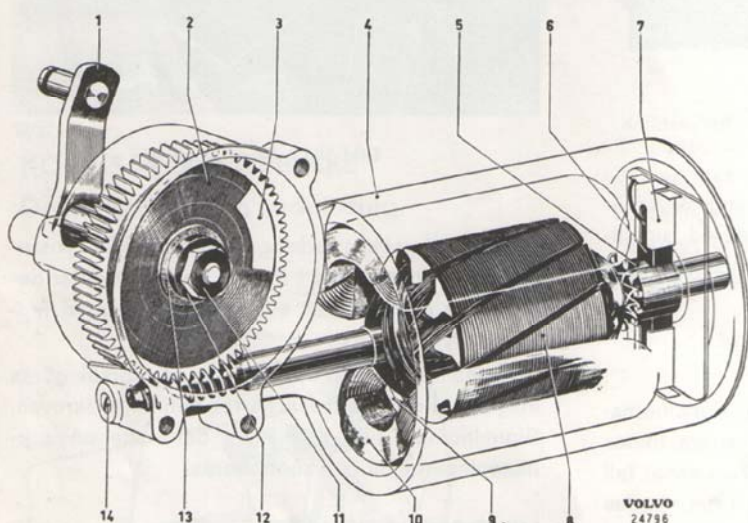

Bild 106.
Vid årlig översyn påfylls lämplig kvantitet fett. Rotoraxelns axialspel bör vara mellan 0,1 mm och 0,3 mm. Justering sker med skruv 14 på bild 106.
Vid leverans från fabrik parkerar vindrutetorkaren till höger sett från förarplats. Omkastning av parkeringsläge dvs. torkarbladens parkering sker till vänster på vindrutan utföres genom att kontaktskivan, (2 bild 106), vrides 180°. (Auto-Lite-torkare). Härvid lossas först muttern (11), stålbrickan (12) och fiberbrickan (13) varefter kontaktskivan (2), kan lyftas upp och vridas. SWF-torkaren omkastas genom att axeln (1 bild 106) lossas och vrides 180°.